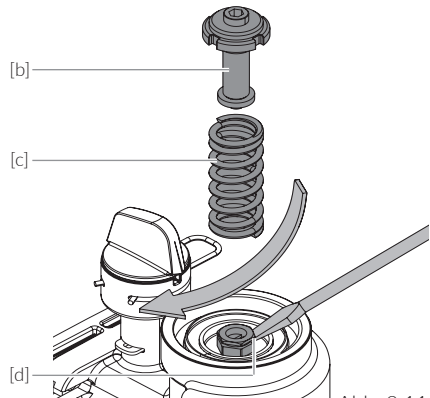

Abb. 9.11
- / Abb. 9.11: Stellschraubeneinheit [b] und Feder [c] entfernen